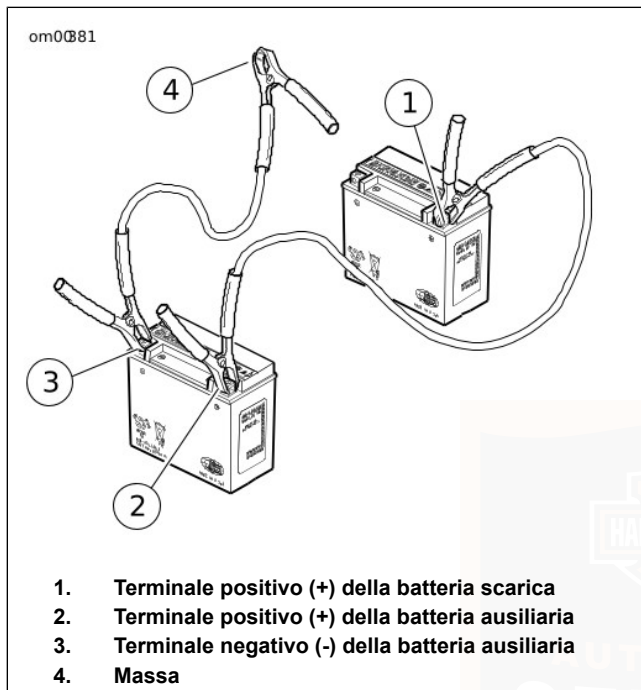

Figura 49. Collegamenti per l'avviamento con cavi ponte
1. Vedere Figura 49. Collegare un'estremità del cavo ponte al terminale positivo (+) (1) della batteria SCARICA.
2. Collegare l'altra estremità dello stesso cavo al terminale positivo (+) (2) della batteria AUSILIARIA.